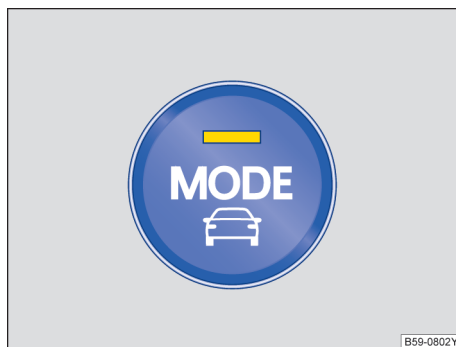

图 127 中控台下部：驾驶模式选择按钮
- 按压驾驶模式选择按键 **MODE** → 图 127。驾驶模式选择菜单显示在信息娱乐系统的显示屏中。已激活的驾驶模式被选中。
- 按压驾驶模式选择按键 **MODE** → 图 127。驾驶模式选择菜单显示在信息娱乐系统的显示屏中。
- 或：重新按下驾驶模式选择按键 **MODE** → 图 127，以便自动选择下一个未激活的驾驶模式。